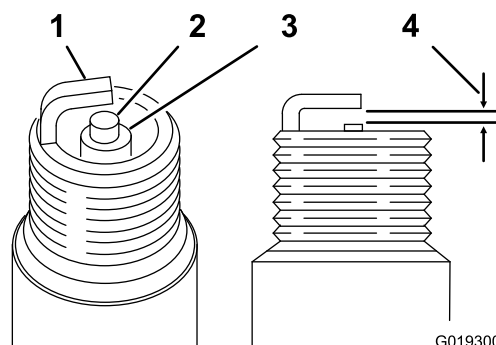

Figure 47
5. Réglez l'écartement des électrodes centrale et latérale de chaque bougie à 0,76 mm ; voir Figure 47. Montez les bougies avec l'écartement correct et un joint d'étanchéité, et serrez-les à 22 N·m.